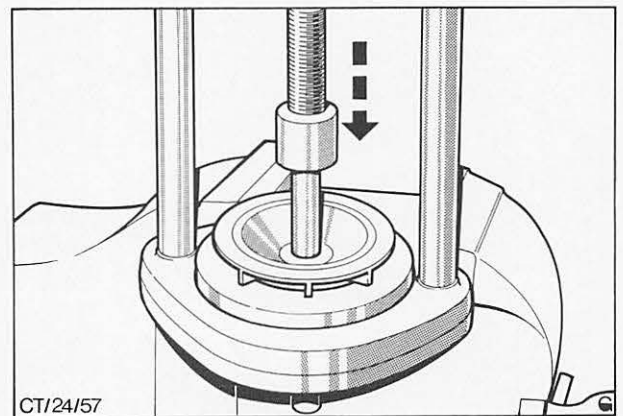

Abb. 29 Lagerwelle aus dem Schaufelrad herauspressen
3. Geeigneten Halbring in die Presse einsetzen und Schaufelrad so am Halbring abstützen, daß die Schaufeln innerhalb der Spalten zwischen den Halbringen liegen. Lagerwelle aus dem Schaufelrad herauspressen, Abb. 29.